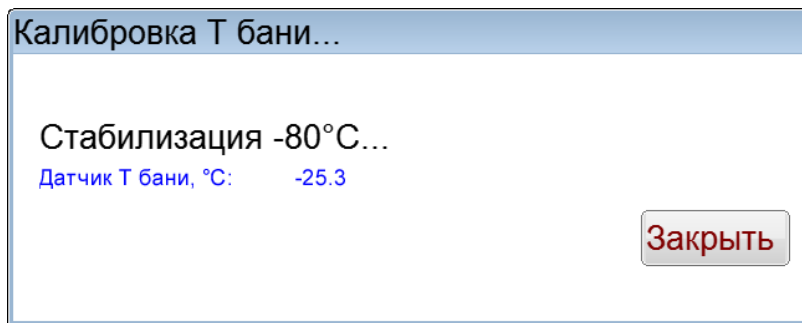

Рисунок 33 – Стабилизация -80°С
5.5.13 После ввода значения с образцового термометра снова отобразится окно «Стабилизация Т бани», но уже с другим статусом – «Стабилизация -80°C» (рисунок 33).